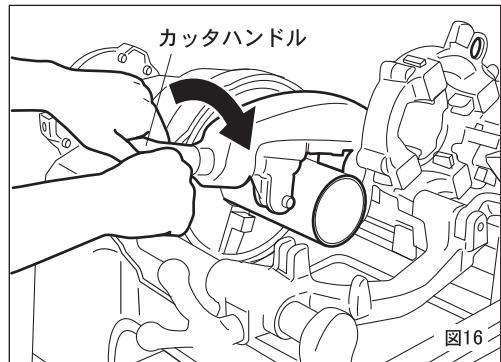

図16
10. パイプの切断 (図16)
- ①ダイヘッド・リーマを起こしてください。
- ②パイプの切断箇所を定めてパイプをチャックにしっかりと固定します。
- ③パイプカッタをパイプ径より大きくひらいてパイプにあてがい、切断箇所に刃の位置を合わせてハンドルを回し、刃とローラがパイプに軽く当るところまで近づけてください。
- ④マシンのスイッチを入れ、カッタハンドルをパイプ1回転につき1/2回転以内の割合で回してください。